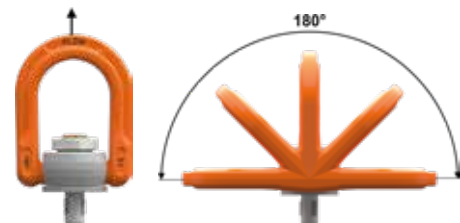

Bild 1: erlaubte Belastungsrichtungen die bei bestimmungsgemäßen Gebrauch auftreten können.
Belastung: Die Belastung darf nur in der vorgegebenen Richtung (Bild 1) mit der maximalen Tragfähigkeit lt. Tabelle 1 und unter Berücksichtigung der hier angegebenen Einsatzbedingungen erfolgen.
- Zugrichtung nicht im vorgegebenen Bereich lt. Bild 1 liegt.